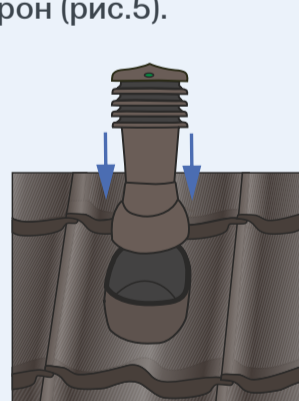

Рис.4
6. Установите трубу и отрегулируйте вертикальное положение по пузырьковым уровням (рис.4). Если угол уклона кровли больше 50° - обработайте острым ножом нижнюю часть трубы, препятствующую наклону.